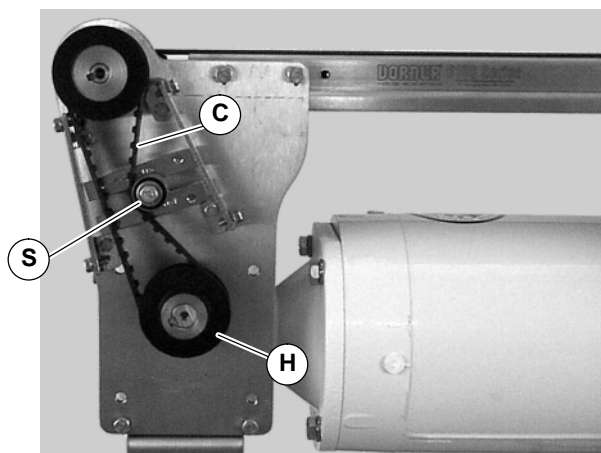

Abbildung 21
2. Spannvorrichtung (S siehe Abbildung 21) lösen.
HINWEIS: Falls Antriebszahnscheibe (H auf Abbildung 21) ersetzt wird, Zahnriemen um Antriebszahnscheibe legen und Schritt 3 ausführen.